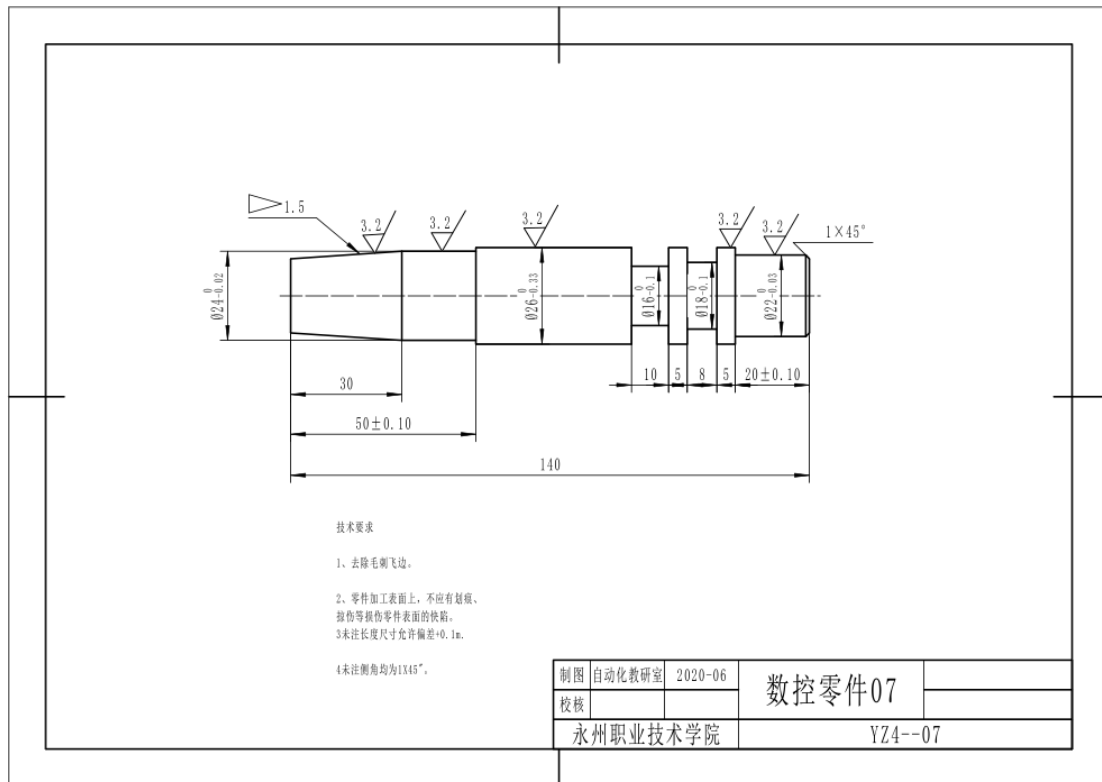

图 4-7 数控车零件 07
**任务1:** 要求学生能按照相应的生产流程和作业标准完成图4-7零件的工艺编制,并满足零件图的质量要求,能正确填写相关工艺文件。
**任务2:** 要求学生按照相应的生产流程和作业标准完成图4-7零件的加工,并满足零件图的质量要求。毛坯尺寸:  $\phi 30 \times 142$  (单位 mm), 材料: 2A12 棒材。